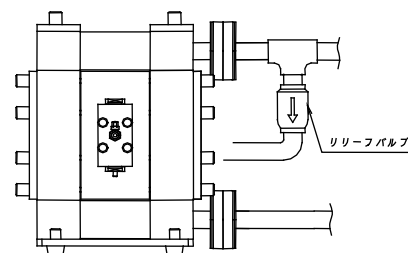

Fig.4.2
- ・ポンプの設置場所の環境によって移送液体の体積変化が大きい場合は、吐出側にリーフバルブを取付けて許容圧力値で開放するようにしてください。(Fig.4.2参照)